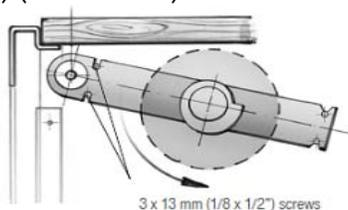

Fig. 12
3. Ajouter les deux autres vis tel que montré à la Fig. 12. Utiliser vis à tête plate 3 x 13 mm (1/8 x 1/2") (non incluses).
5. Enlevez le ruban gommé. Prendre le profilé du tambour et le tirer par dessus le rouleau guide et l'insérer dans les rails de chaque coté tel que la Fig. 12 ci haut.